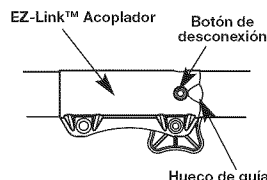

Fig. 4
1. Empuje la manija D hacia abajo sobre el bastidor del eje (Fig. 4). El agujero del perno hexagonal en la manija debe quedar en el lado izquierdo.
2. Opima y sostenga el botón de desconexión (Fig. 4).
2. Mientras sostiene el accesorio con firmeza, empújelo en línea recta en el acoplador EZ-Link™ (Fig. 4).